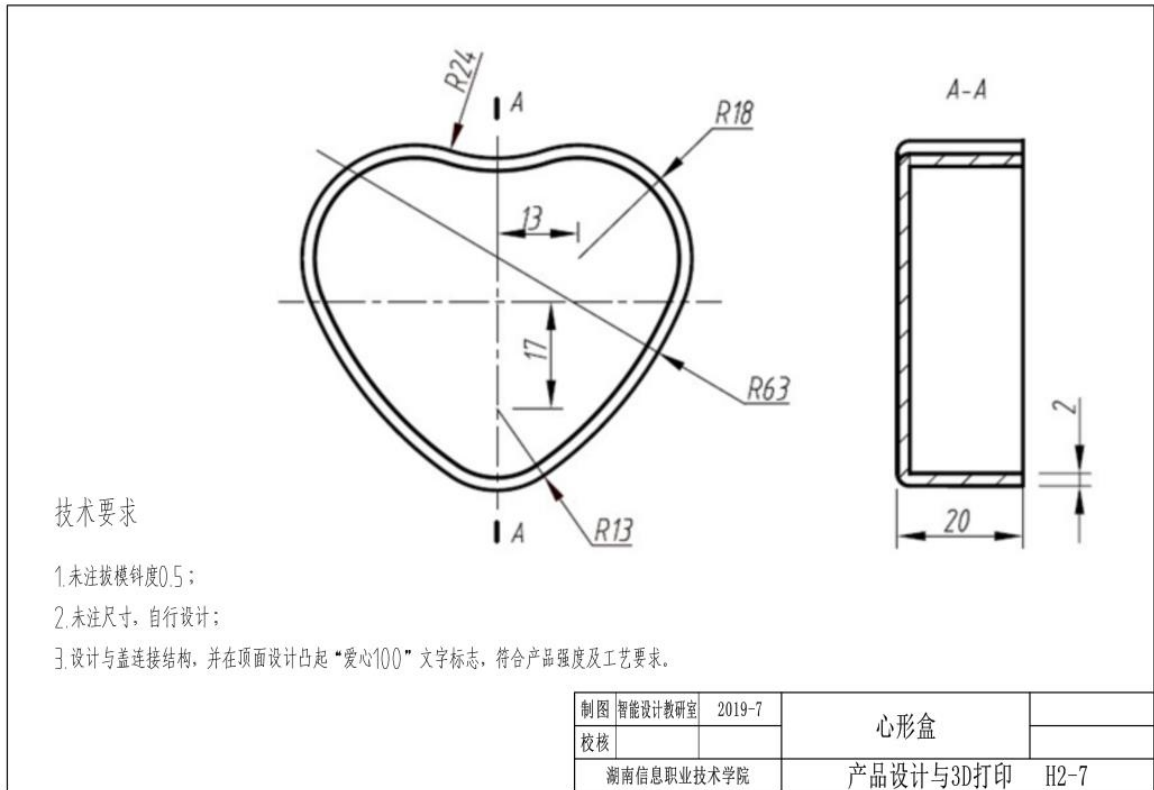

图 2-2-7 心形盒
**任务 1：**按照图 2-2-7 的要求，对心形盒零件进行产品造型、结构设计与 3D 打印，打印材料为 ABS 或 PLA。
- 2) 根据图 2-2-7 要求，对产品进行造型。设计与盒盖连接结构，并在顶面设计凸起“爱心 100”文字标志，符合产品强度及 3D 打印工艺等要求。